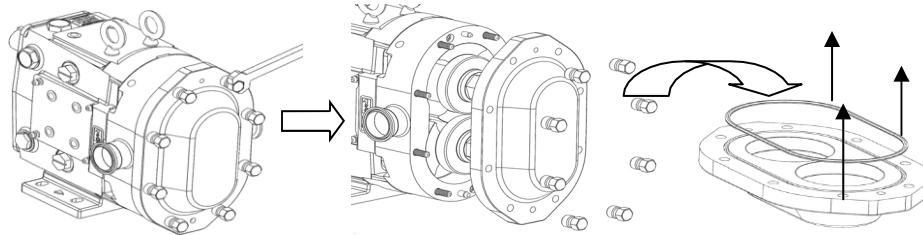

Figura 23: Remover cubierta de ZP3
1) Empiece por quitar las tuercas de la tapa con una llave adecuada (Figura 23). Durante el desmontaje, coloque todas las piezas sobre una superficie limpia y protegida con las superficies acabadas y las caras del sello hacia arriba. Golpee suavemente la cubierta con un mazo suave. Retire la junta tórica de la cubierta e inspeccione